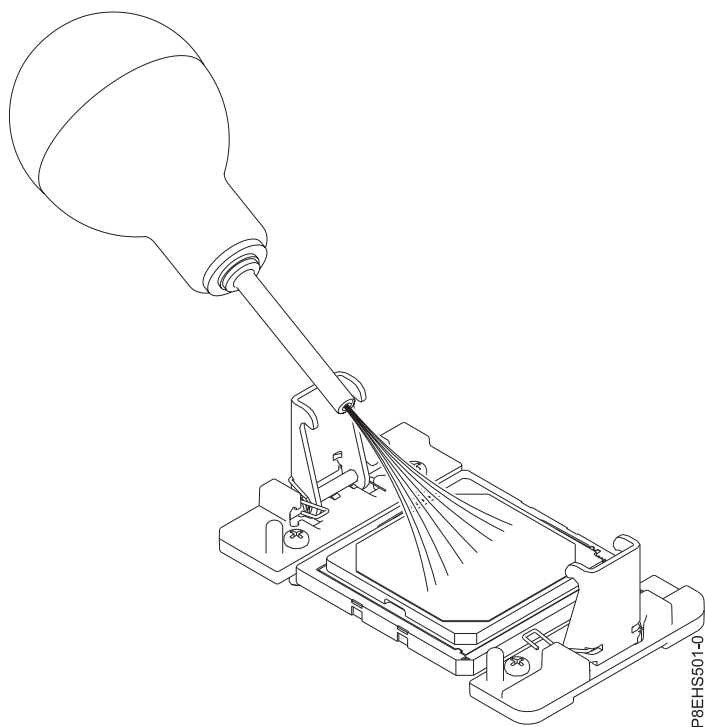

図 73. システム・プロセッサ・モジュールの領域からほこりやごみを除去
- a. ほこりやごみが付着している場合は、提供されているエア・ポンプ (部品番号 45D2645) を使用して、システム・プロセッサ・モジュールの部分をきれいにします。システム・プロセッサ・モジュールの中央から四方に向けて空気を少しずつ吹き出します (68 ページの図 73 を参照)。
68 ページの図 73 に示すようにエア・ポンプが組み立てられていない場合は、チップをバルブに固定します。